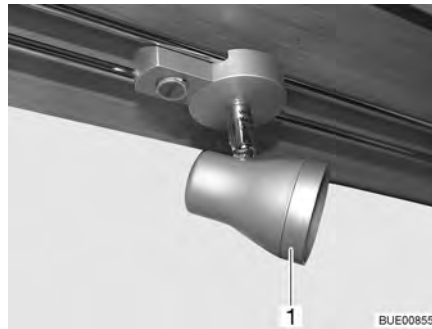

Bild 257 Halogenspotlight (förskjutningsbar)
- Vrid den yttre ringen (Bild 257,1) moturs tills den lossnar från kåpan.